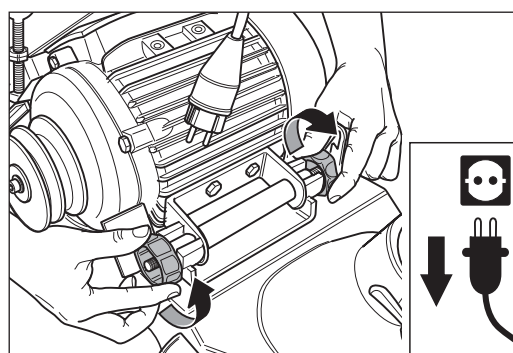

Abb. 93 Die beiden Motormuttern lösen.
- 3 Lösen Sie die beiden Motormuttern an der Motoraufhängung (Abb. 93).